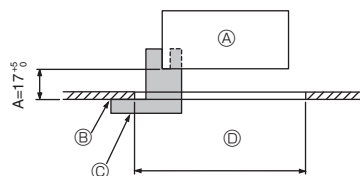

Fig. 9-2
9.2. Przygotowania do zamocowania kratki (Fig. 9-2)
- Używając przymiaru ② dostarczonego z zestawem, należy ustawić i sprawdzić położenie urządzenia głównego w stosunku do powierzchni sufitu. Jeśli urządzenie główne jest nieprawidłowo ustawione względem powierzchni sufitu, może dojść do wypływu powietrza lub gromadzenia się skroplin.
- Ⓒ Przymiar montażowy ② (wsunięty do urządzenia głównego)